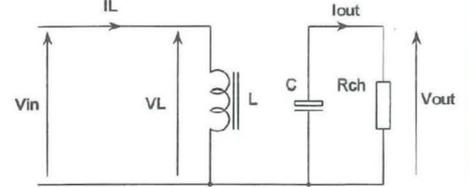

Figure 4b
Si on trace la courbe de croissance du courant dans la self (**figure 4b**), on constate que la variation de courant pendant cette phase peut être égale à **2.I_{L_{moy}}** au maximum. Rappelons que **I_{L_{moy}}** a été défini plus haut en (5). On en déduit un premier résultat :